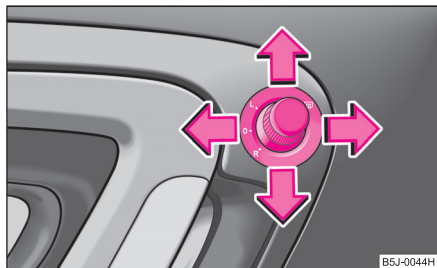

Abb. 48 Türinnenteil: Drehknopf
- Stellen Sie den Drehknopf in die Position  => Abb. 48.